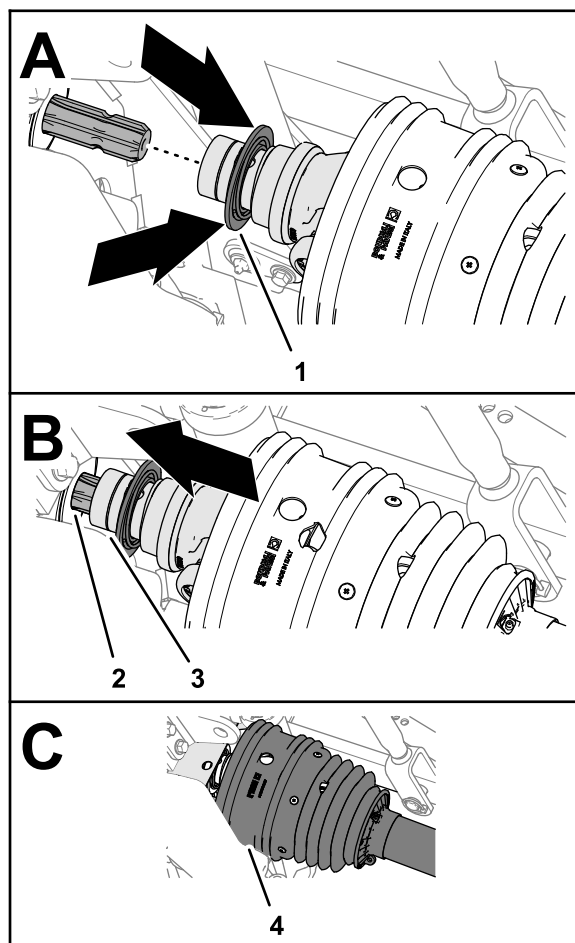

図 27
3. 駆動シャフトのヨークにあるカラーをスライドさせる図 27。
4. ロックカラーを引いたまま、駆動シャフトのヨークを前進させてヨークのソケットを、PTO 出力シャフトのスプラインにはめ込む図 27。
6. 駆動シャフトのヨークにシールドがはまっていることを確認する図 27。